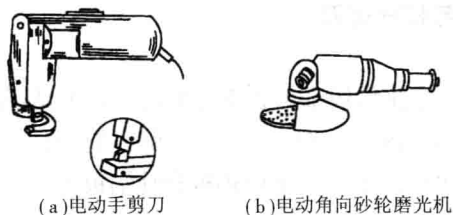

图 1-7 电动手剪刀和电动角向砂轮磨光机
②电动手剪刀。电动手剪刀能替代手剪刀工作,剪切速度比手剪刀快,且剪切材料的厚度也要比手剪刀剪切的厚;但缺点是分量重,还有一种电动惯性,即停止较慢。如图 1-7(a)所示。
③电动角向砂轮磨光机。电动角向砂轮磨光机用于金属构件的去毛刺、焊缝打磨等。如图 1-7(b)所示。